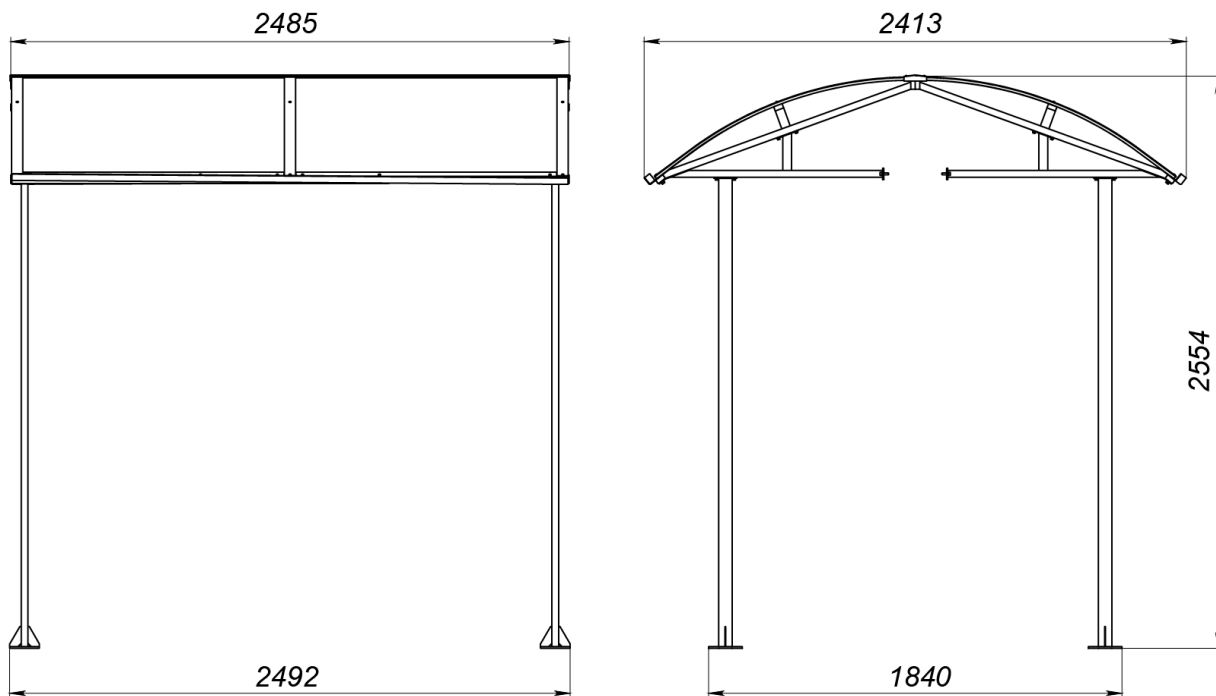
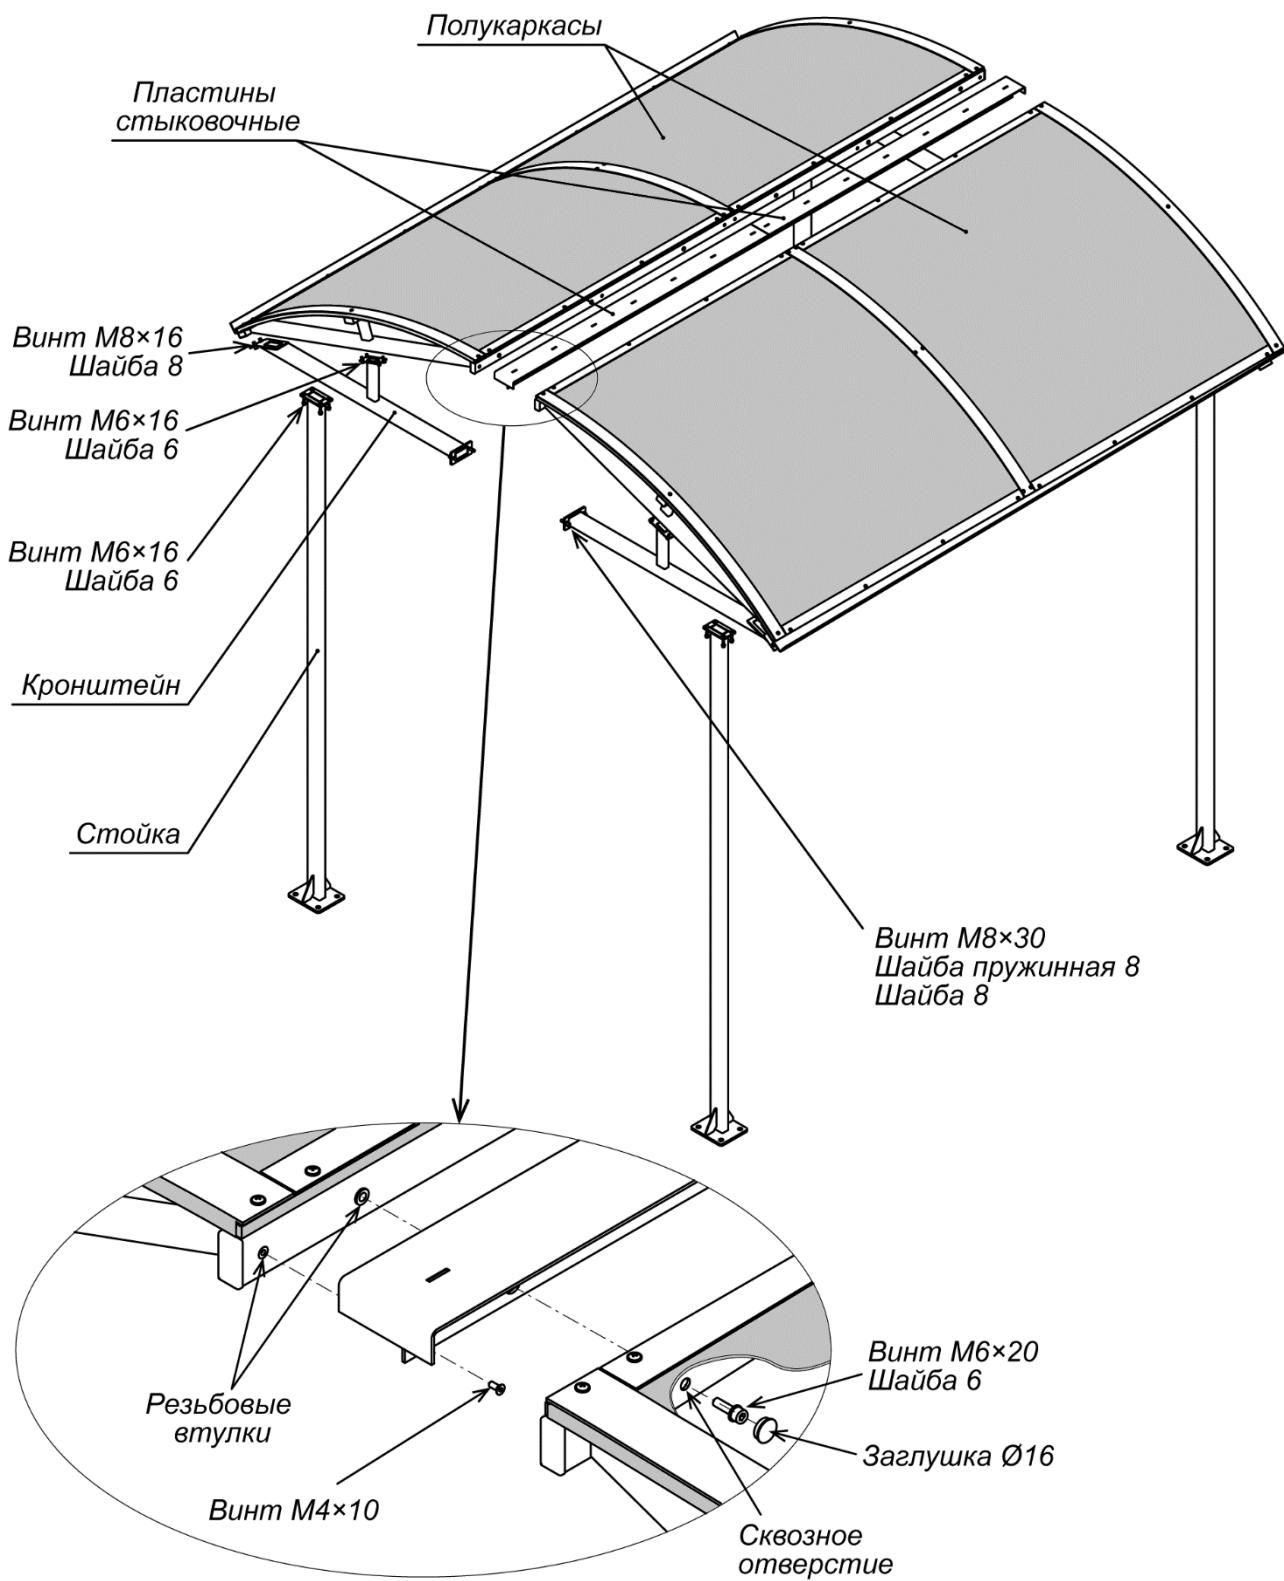

Рисунок 1. Габаритные размеры крыши
Рисунок 2. Устройство крыши
¹ Габаритные размеры крыши указаны на рис. 1.
Устройство крыши показано на рис. 2. Габаритные размеры крыши показаны на рис. 1.
10. Выберите полукаркас, в верхнем профиле которого впрессованы резьбовые втулки (см. рис. 2). Установите его на кронштейны с одной из сторон турникета **PERCo-RTD-20**, зафиксировав его восемью винтами М6×16 с шайбами (ключ SW5) и четырьмя винтами М8×16 с шайбами (ключ SW6) (см. рис. 4).
11. Закрепите две пластины стыковочные на установленном полукаркасе крыши шестью винтами с потайной головкой М4×10 (ключ SW3) (см. рис. 2).
13. Соедините верхние профили полукаркасов винтами М6×20 с шайбами – 6 шт. (ключ SW5) для получения прочной конструкции (см. рис. 2). Отверстия под головки болтов заглушите заглушками Ø16 мм.